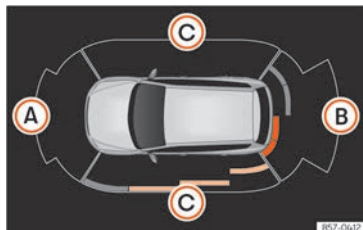

Abb. 133 Anzeige der Einparkhilfe auf dem Bildschirm des Infotainment-Systems.
Im Stoßfänger befinden sich Sensoren. Wenn sie ein Hindernis erkennen, weisen sie durch akustische und optische Signale im Infotainment-System darauf hin »» [Abb. 133].
Um vollständig die Fahrzeugumgebung darstellen zu können, muss das Fahrzeug einige Meter nach vorn bzw. nach hinten bewegt werden. Die fehlenden Bereiche werden abgetastet und vorhandene Hindernisse in den seitlichen Bereichen des Fahrzeugs »» [Abb. 133] (C).